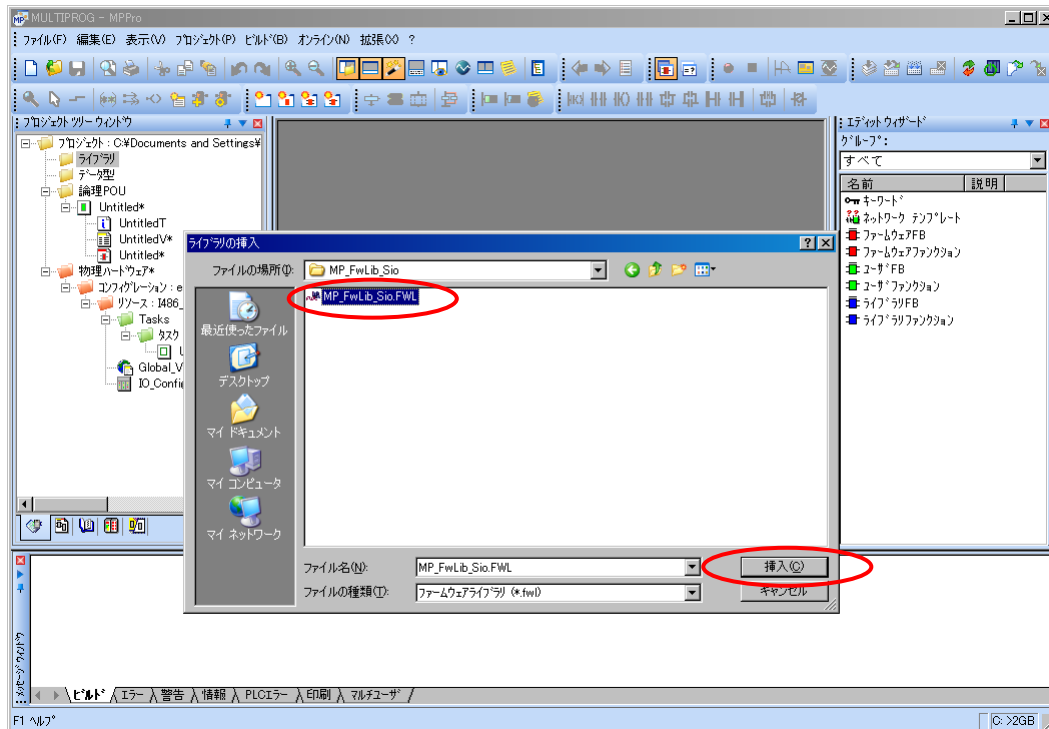

図 2-2-4. ライブラリ挿入画面③
④ 図 2-2-4 の画面が表示されますので、選択したディレクトリと同じ名前のファイルを選択してください。